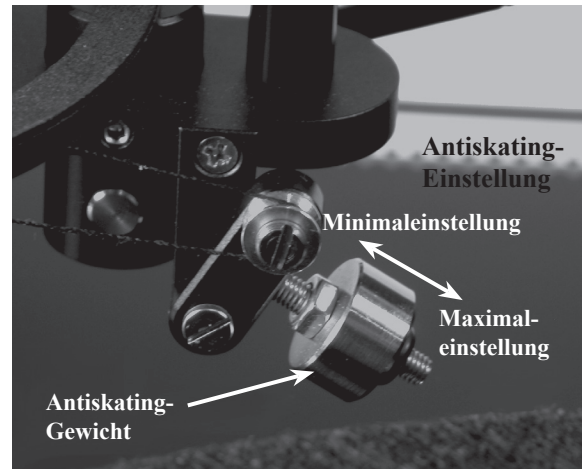

Abbildung 32
3. Wenn die Antiskating-Einstellung auf das Minimum gesetzt ist (siehe Abbildung 32), setzen Sie den Tonarm vorsichtig auf die Ausrichtschablone auf, wobei sich die Diamantspitze der Tonnadel in der Mitte des kleinen Ausrichtkreises befinden muss, der in die parallelen Linien eingeschlossen ist. Siehe Abbildungen 22 und 23 auf der nächsten Seite.
mes platzieren und die Tonnadelspitze über den Teilstrichen positionieren. Bringen Sie das Antiskating in die Minimalstellung (siehe Abbildung 32). Stellen Sie die Position des Tonarm-Gegengewichtes so ein, dass ein Auflagekraftdruck erreicht wird, der in der Mitte des vom Tonabnehmerhersteller empfohlenen Bereiches liegt und als Ausgangseinstellung dient. Siehe Abbildungen 28 bis 31.
Der MT2 hat ein einstellbares Antiskating zur Egalisierung des Druckes an den beiden Schrägen der Schallplattenrinne. Die Einstellung erfolgt durch Schrauben des Antiskating-Gewichtes nach oben oder nach unten. Siehe Abbildung 32.